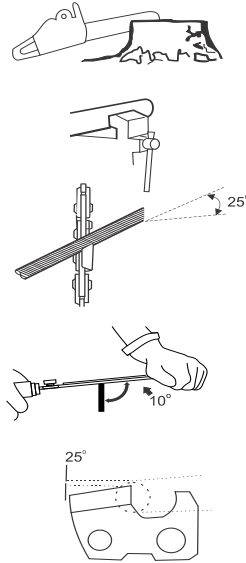

Fig. 33
- Puneți pila pe dinții lanțului și împingeți drept înainte. Țineți pila în poziția ilustrată. (Fig. 33)